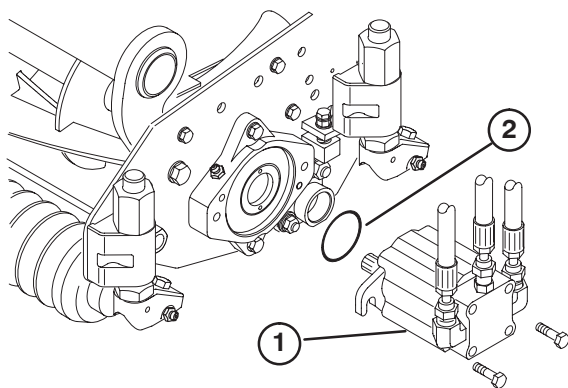

Figure 10
14. Montez le moteur du côté entraînement du plateau de coupe et fixez-le avec deux vis d'assemblage fournies (Fig. 10).